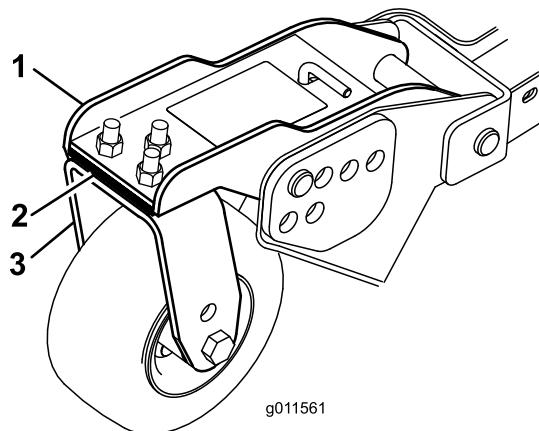

Figure 106
1. Enlevez les vis et écrous de fixation de la roue pivotante à la fourche (Figure 106).